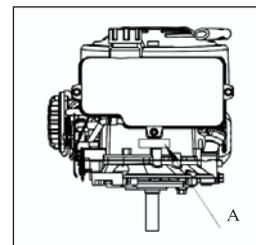

Fig. 15
13.1 UBICACIÓN DEL NÚMERO DE SERIE (consulte la Fig. 15)